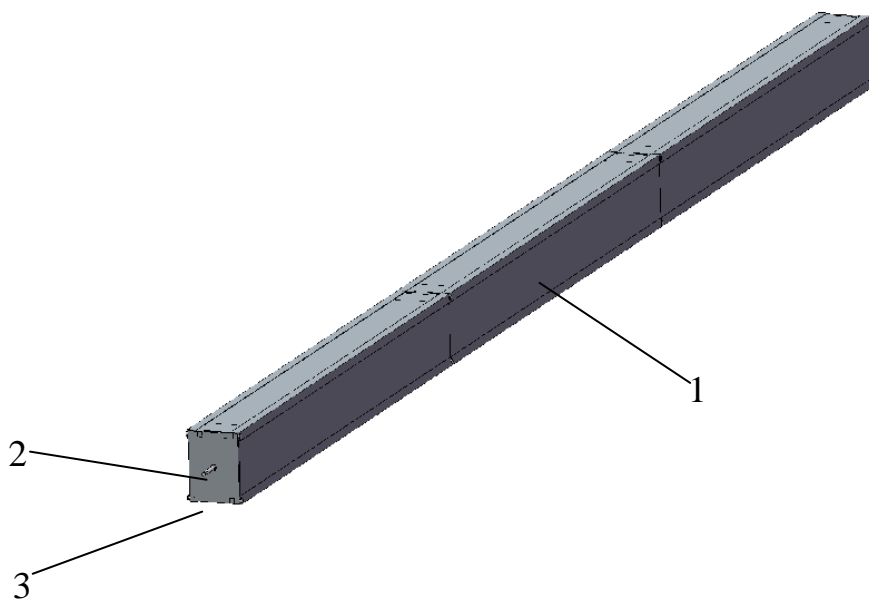

Рис. 5. Внешний вид продольной балки.
Внешний вид продольной балки представлен на рис. 5.
- установить на стойки станций продольную балку, для чего шпильки 3 (рис. 5) торцевых крышек 2 завести в отверстия стоек 1 (рис. 2), наживить на них гайки и зажать усилием руки;